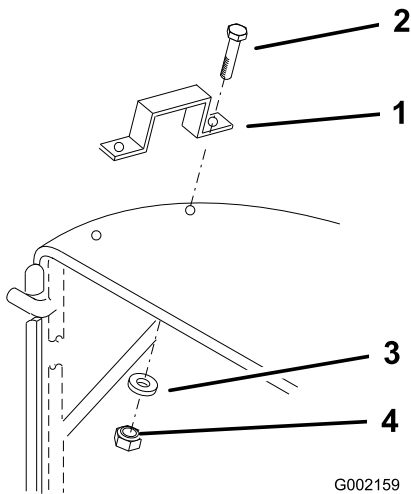

Figure 6
- 5. Insérez 2 boulons (1/4" x 1") dans chaque poignée et dans la toile depuis l'extérieur, et fixez-les en place avec 4 rondelles (1/4") et 4 contre-écrous (1/4"), comme montré à la Figure 6.